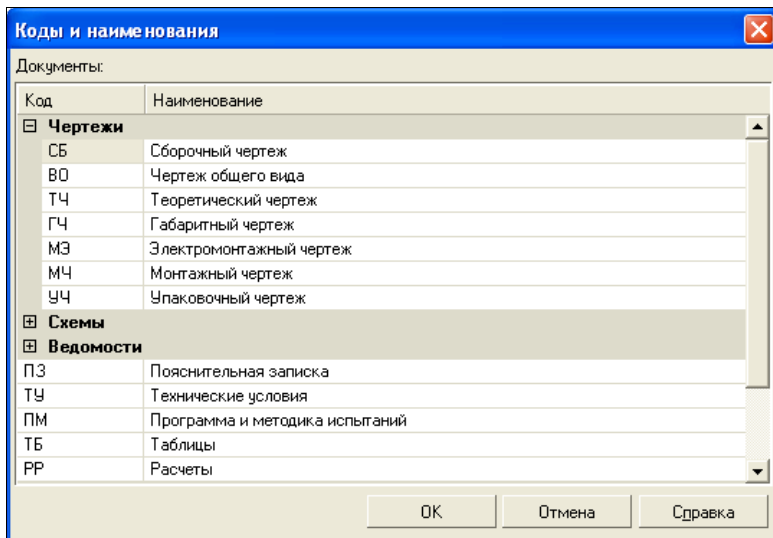

Рис. 13.15. Диалоговое окно Коды и наименования
- ♦ щелкните ЛК мыши в поле **Обозначение** и введите кодовое выражение документа в соответствии с принятыми на предприятии кодовыми шифрами. Шифр документа можно ввести автоматически, вызвав из контекстного меню активной основной надписи команду **Вставить код и наименование**. Система выведет диалоговое окно **Коды и наименования** (рис. 13.15). В этом окне выделите нужный код и нажмите кнопку **ОК**. Обратите внимание, что шрифт надписи необходимо уменьшить в окне **Высота символов** на Панели свойств;